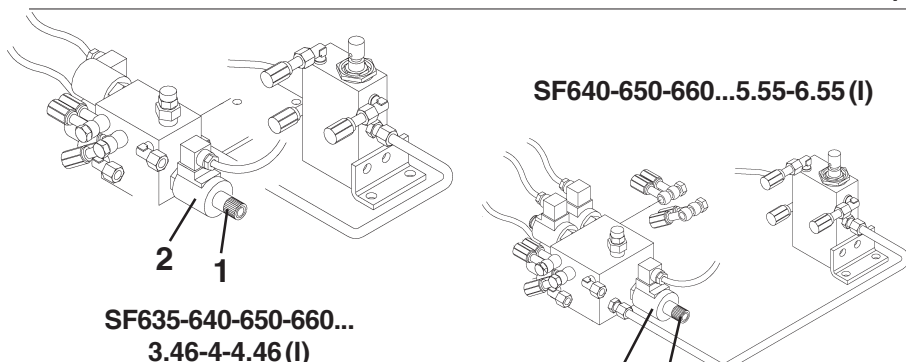

Fig. 42
- estrarre la ghiera (1 Fig.42) dall'elettrovalvola; rimuovere il solenoide (2) quindi riavvitare a fondo la ghiera (1).
- remove ring nut (1 Fig.42) from solenoid valve; remove solenoid (2), then tighten ring nut (1) again.
- die Nutmutter (1 Abb. 42) aus dem Elektroventil herausziehen; die Solenoide (2) entfernen, dann die Nutmutter (1) vollständig einschrauben.
- extraire le collier (1 Fig.42) de l'électrovanne, enlever le solénoïde (2) puis revisser le collier à fond (1).
- extraer la virola (1 Fig.42) de la electroválvula; quitar el solenoide (2) luego atornillar nuevamente a tope la virola (1).